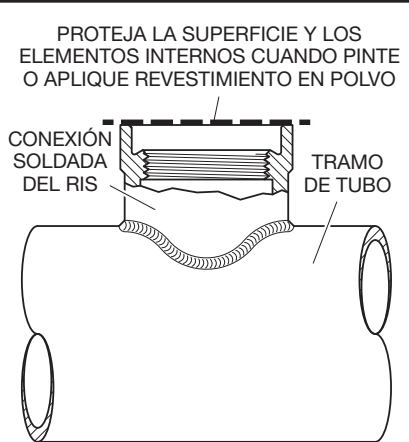

FIGURA 8
- Antes de pintar o aplicar revestimiento en polvo a la conexión soldada RIS, enmascare el borde de la conexión, como se muestra en la figura 8. Por ejemplo, se pueden usar discos de enmascarar de poliéster para alta temperatura de 1 7/8" (4,76 mm) o un imán de cerámica de 2" (5,08 mm) para enmascarar la conexión.